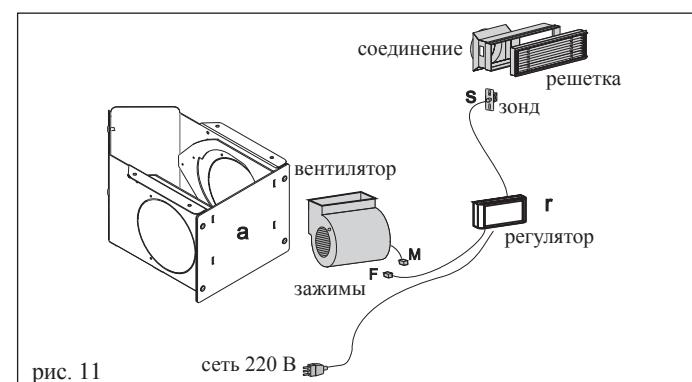
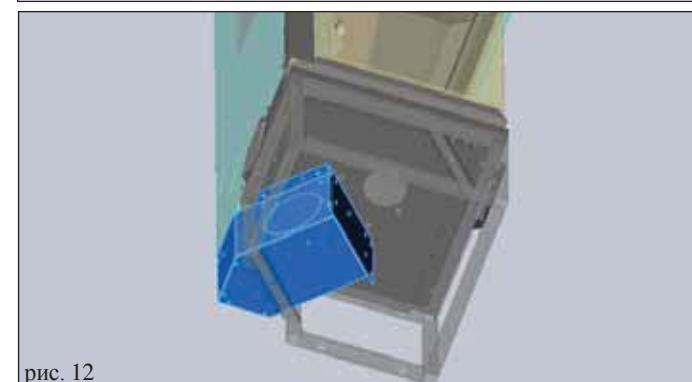

рис. 11
рис. 12
- Воздушная коробка должна быть установлена под основанием камина рядом с его слепым углом, закреплена с помощью 4 винтов, поставляемых в комплекте (рис. 12).
- Снять переднюю панель, удалив 4 винта (а - рис. 11)
- Подключить два коннектора M и F (рис. 11), проведя кабель через правое и левое отверстия на боковых сторонах воздушной коробки.
- От регулятора (г - рис. 11) протянуть кабель питания до электрической розетки
- Кабель с зондом (с - рис. 11), напротив, протягивается до одного из патрубков (б - рис. 12) выхода горячего воздуха, обычно расположенных на облицовке колпака.